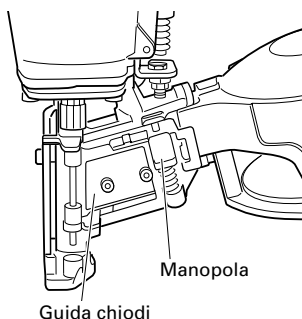

Fig. 13
- (1) Occasionalmente pulite la parte slittante della manopola e poi applicate l'olio raccomandato. (Fig.13)